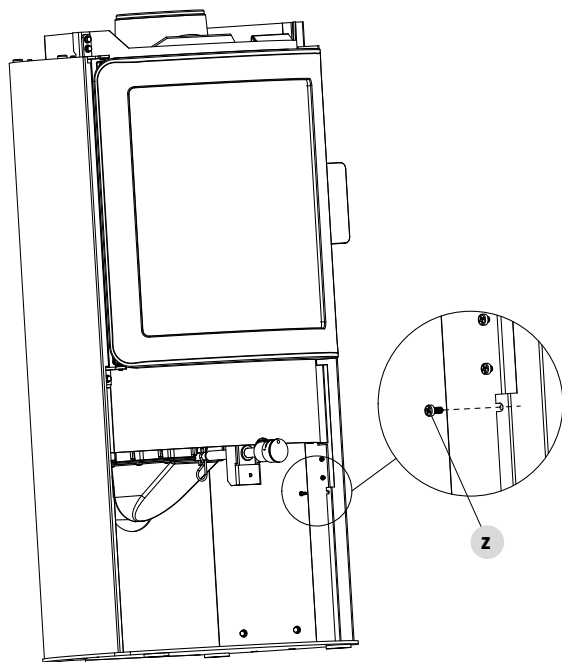

FIG. 7 - PANNELLO LATERALE - VITE "Z"
- togliere la vite "z" (fig.7)